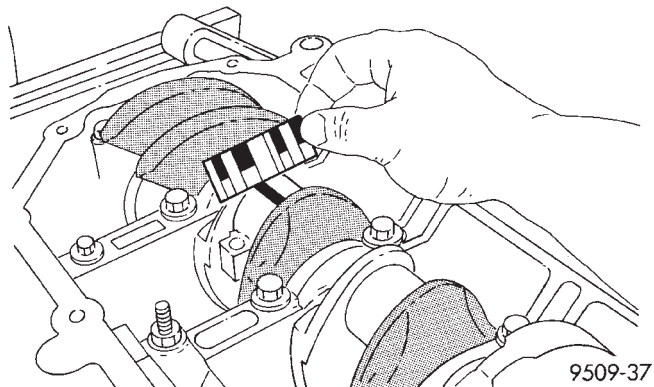

Fig. 9 Medición de ancho de la galga descartable
(1) Gire el cigüeñal hasta que la biela que desea verificar esté en el punto inferior de su recorrido.
(2) Elimine la película de aceite de la superficie que desea verificar. Las galgas descartables son solubles en aceite.
(3) Coloque un trozo de galga descartable a lo ancho del casco de la tapa del cojinete a unos 6,35 mm (1/4 de pulg.) del centro y lejos del orificio de lubricación (Fig. 9). También se pueden verificar áreas dudosas colocando en ellas una galga descartable.
(4) Antes de instalar la tapa de la biela con la galga descartable emplazada, el cigüeñal debe girarse hasta que la biela que desea verificar comience a moverse hacia la parte superior del motor. Sólo entonces se debe ensamblar la tapa de biela y ajustar según las especificaciones. **No gire el cigüeñal, ya que podría desviarse la galga descartable y obtenerse resultados inexactos.**
(5) Retire la tapa del cojinete y compare el ancho de la galga descartable aplanada (Fig. 9) con la escala métrica provista en el envase. Localice la franja que más se aproxima al ancho de la galga descartable. Esta franja indica la luz en milésimas de milímetro. La diferencia de lectura entre los extremos indica el cono de mayor a menor. Registre todas las lecturas efectuadas. Consulte Especificaciones del motor. **Por lo general las galgas descartables traen dos escalas. Una escala es en pulg. y la otra, métrica.**
(6) Las galgas descartables se proveen para distintos márgenes de luz. El margen de 0,025 - 0,076 mm (0,001 - 0,003 pulg.) suele ser el más apropiado para verificar las especificaciones de los cojinetes del motor.